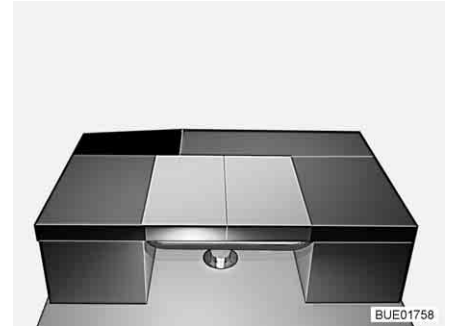

Bild 122 Nach dem Umbau
- Das Rückenpolster der seitlichen Sitzbank längs auf den Tisch legen (siehe Bild 122).